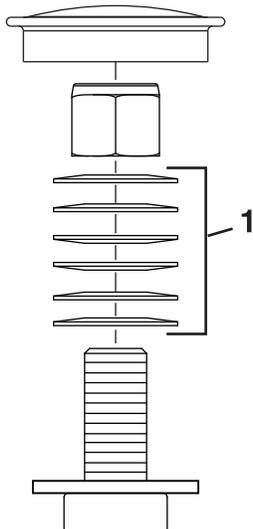

Figura 50
3. Togliete il coperchietto antipolvere dalla ruota orientabile e serrate il dado di bloccaggio (Figura 50).
4. Serrate il dado di bloccaggio finché le rondelle elastiche non sono piatte, quindi allentate di un quarto di giro per mettere a punto il precarico sui cuscinetti (Figura 50).
Importante: Verificate che le rondelle elastiche siano correttamente montate, come riportato nella Figura 50.
- Montate il coperchietto antipolvere (Figura 50).